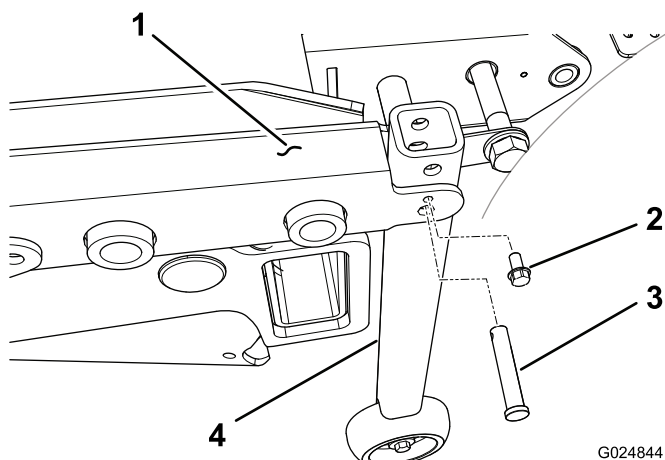

Figure 33
2. Pour les groupes de déplacement dont le numéro de série est antérieur à 312999999, montez le support de tube vertical à chaque coin arrière du cadre du tablier au moyen d'un axe de chape et d'une vis autotaraudeuse (1/4 po) (Figure 33)